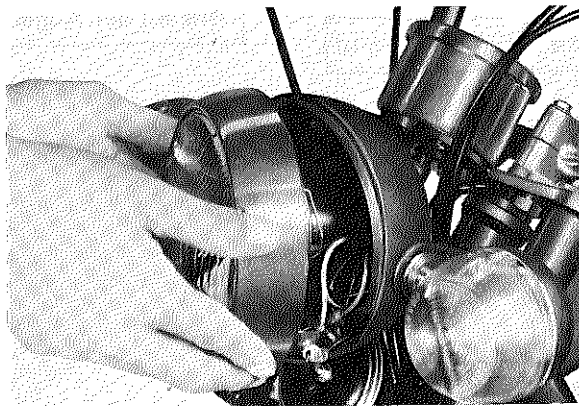

Fig. 5-7-1
1. After removing front forks, remove headlight from headlight body. (Fig. 5-7-1)
1. Après dépose des bras de fourche avant, sortir le phare de son boîtier (Fig. 5-7-1).
1. Vorderradgabel ausbauen und danach den Scheinwerfer aus dem Scheinwerfergehäuse nehmen. (Fig. 5-7-1)